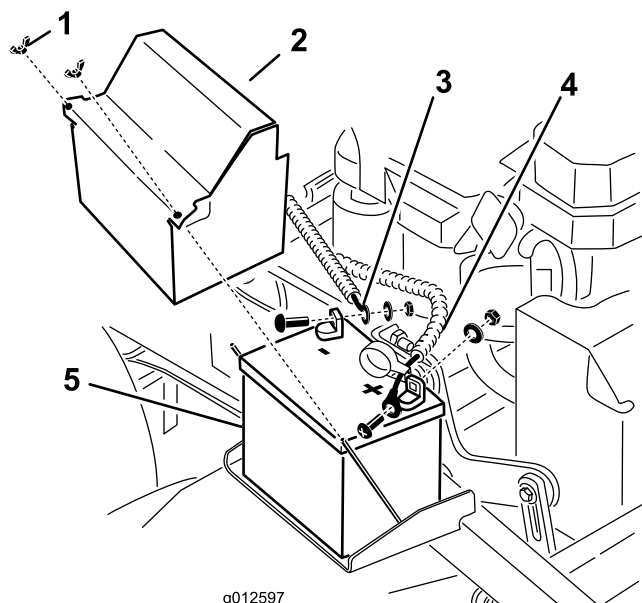

Figura 52
3. Desconecte el cable negativo del borne negativo (-) de la batería (Figura 52).
4. Retire la cubierta de goma roja del borne positivo (rojo) de la batería. Luego retire el cable positivo (rojo) de la batería (Figura 52).
5. Retire la pletina de sujeción de la batería (Figura 52), y retire ésta.
1. Coloque la batería en la máquina (Figura 52).
y un perno (Figura 52). Deslice la cubierta de goma sobre el borne.
4. Luego conecte el cable negativo y el cable de tierra al borne negativo (–) de la batería con una tuerca, una arandela y un perno (Figura 52).